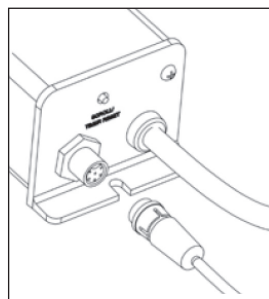
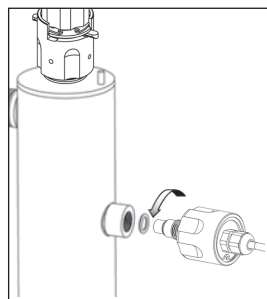

Figure 4B
Figure 4C
1. Avant de retirer l'assemblage de la sonde, suivez les étapes de la section « Remplacement / nettoyage de la chemise en quartz ». La chemise en quartz devrait être nettoyée en même temps que la sonde UV. Débranchez la sonde UV de son contrôleur en retirant le câble de la sonde et en tournant le collet dans le sens inverse des aiguilles (figure 4B). Pour retirer la sonde, tenez le boîtier de la sonde et tournez-le dans le sens inverse des aiguilles (figure 4C) jusqu'à ce que la sonde se relâche du filetage de son port.
3. Assurez-vous que la lentille de la sonde soit bien rincée de toute trace de nettoyant. Réassemblez soigneusement l'assemblage de la sonde avec le joint torique (figure 4E) dans le bossage de la sonde. Vissez la sonde dans le bossage et serrez-la pour assurer qu'elle soit étanche à l'eau. **NE SERREZ PAS TROP.** Rebranchez le câble de la sonde au contrôleur et retournez le tout en service. (figure 4B).